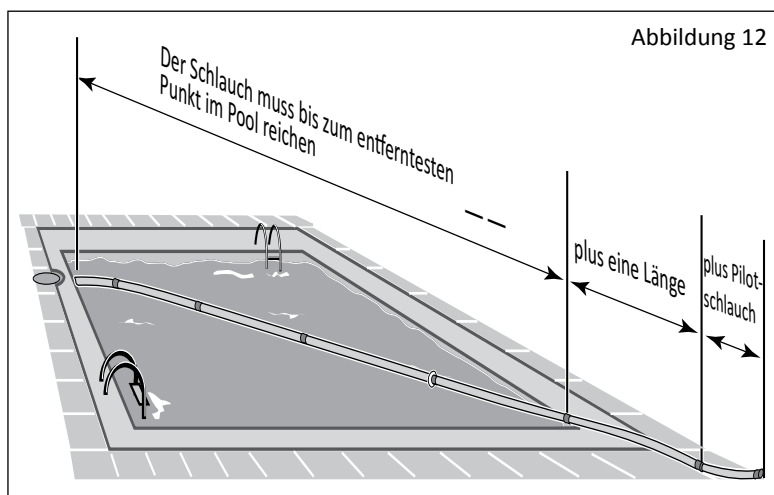

Abbildung 12
2. Der Schlauch sollte lang genug sein, um bis zum Ende des Pools zu reichen, wozu noch ein Schlauchabschnitt und das kurze Anschlussschlauchstück hinzuzurechnen sind. Siehe **Abbildung 12**.